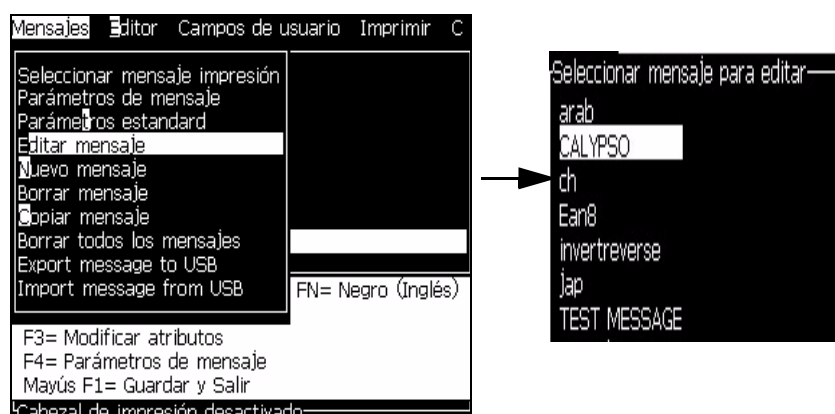

Figura 5-36. Opción Edit Message (Editar mensaje)
- 2 Seleccione *Edit Message* (*Editar mensaje*). Aparecerá el cuadro de diálogo *Select Message To Edit* (*Seleccionar mensaje para su edición*). Consulte la Figura 5-36.